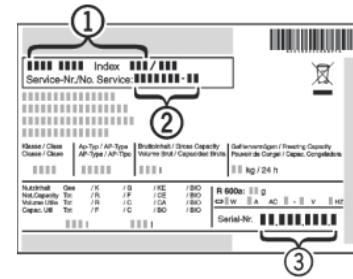

Fig. 17
- Обратитесь в сервисную службу и сообщите вид неисправности, наименование устройства Fig. 17 (1), сервисный № Fig. 17 (2) и серийный № Fig. 17 (3).